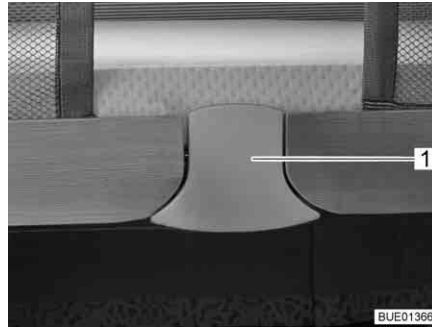

Fig. 76 Desbloqueo
- Extraer la parte inferior de la superficie de desbloqueo (Fig. 76,1). Se ha soltado el bloqueo.